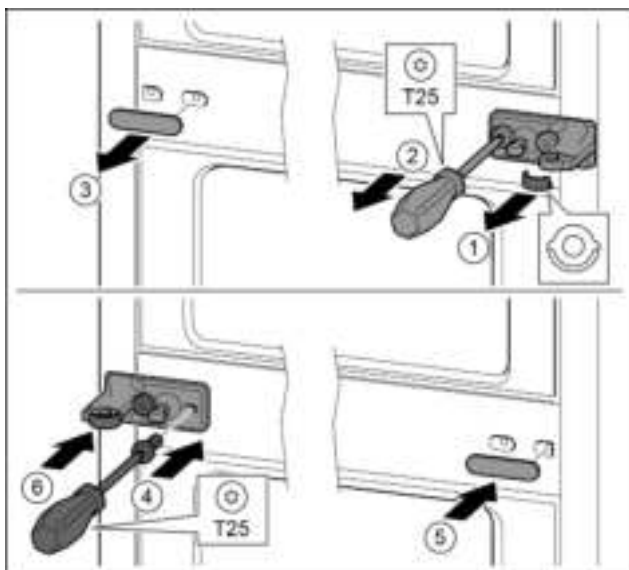

Fig. 14
- ▶ Schijf eraf trekken. Fig. 14 (1)
- ▶ Schroeven met schroevendraaier T25 eruit draaien. Fig. 14 (2)
- ▶ Afdekking voorzichtig eraf trekken. Fig. 14 (3)
- ▶ Lagerbus met folie 180° gedraaid op de andere kant bevestigen. Fig. 14 (4)
- ▶ Afdekking 180° gedraaid op de andere kant aanbrengen. Fig. 14 (5)
- ▶ Schijf vanaf de voorkant erop schuiven. Fig. 14 (6)